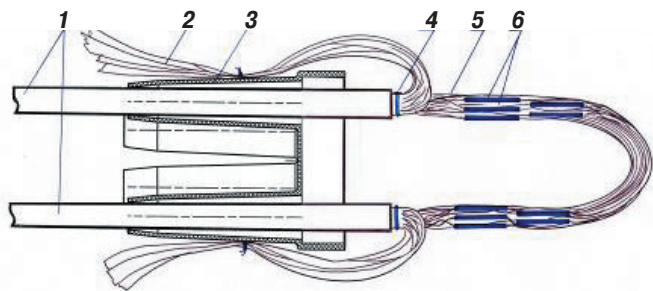

Рис. 2. Разделка кабелей и сращивание жил:
2.3.1 На расстоянии 5-7 мм от обрезов полиэтиленовых оболочек, на сердечник каждого кабеля накладывается бандаж из вощённых ниток. Затем разматываются до уровня бандажа и отгибаются в сторону все водоблокирующие элементы – нити и ленты. Их следует сохранять для использования при монтаже (см. рис. 2). Концы пучков жил скрепляются бандажами из обрезков жил.